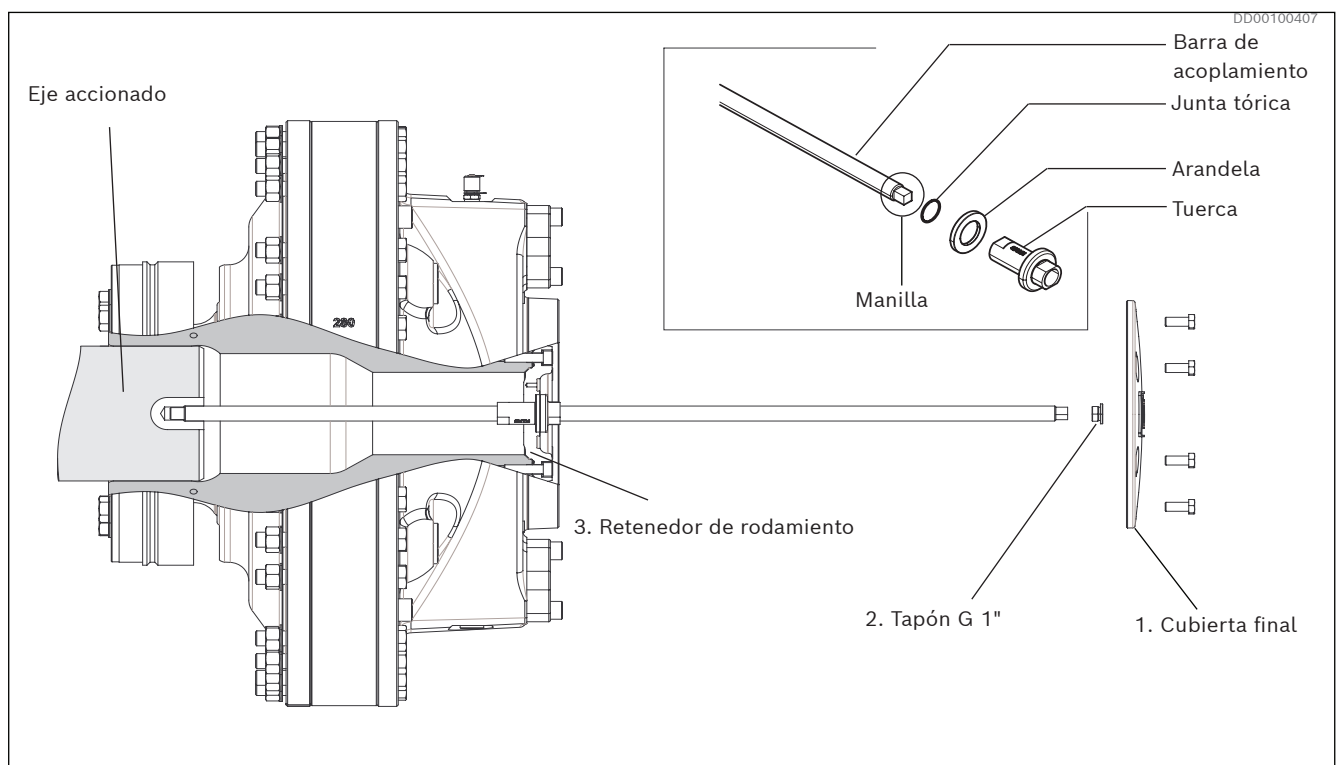

Fig. 40: Instalación del motor de acoplamiento con la herramienta de montaje
1. Retire la cubierta del extremo (1) junto con los tornillos y las arandelas.
2. Quite el tapón G 1" (2).
4. Instale la herramienta de montaje pasando la barra de acoplamiento por el centro del motor, y atorníllela al eje accionado utilizando la manilla de la llave que hay en el extremo de la herramienta de montaje. Coloque la arandela y después la tuerca bien apretadas en el retenedor del rodamiento (3). Ver Fig. 40.